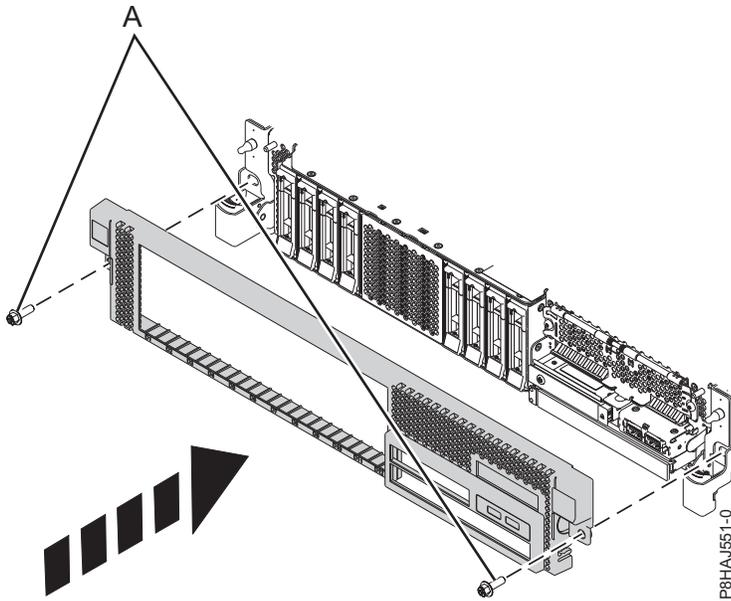

Figure 34. Installation du capot avant
3. Appuyez sur les loquets dans le sens indiqué dans la figure 34, à la page 50. Le capot avant se met en place ; il est doté d'un renforcement permettant de le tenir plus facilement.
4. Remettez en place les vis de transport (A).